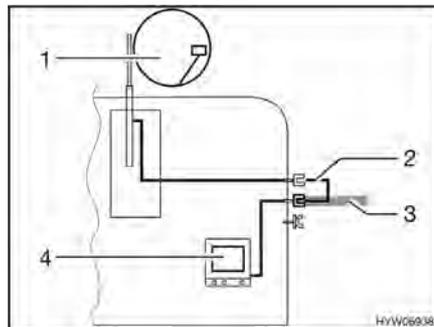

Fig. 110 TV dans le véhicule
- TV dans le véhicule (Fig. 110,4) : Raccord à l'antenne sur le toit (Fig. 110,1) avec câble d'alimentation (Fig. 110,2)
- TV dans le véhicule (Fig. 110,4) : Raccord à l'antenne extérieure (Fig. 110,3)